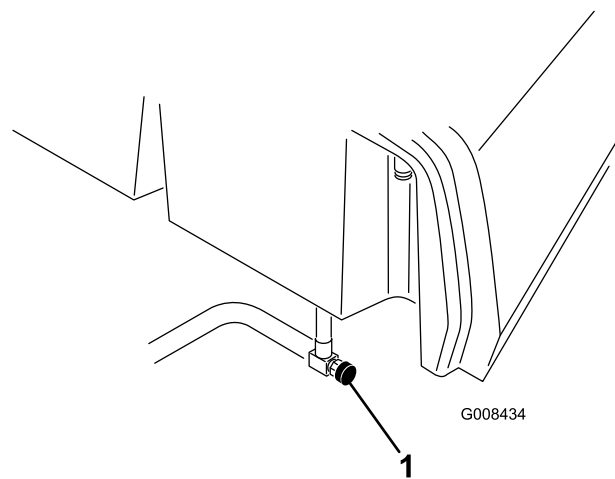

Bild 37
1. Schließen Sie den Kraftstoffhahn (Bild 37) unter dem Kraftstofftank.